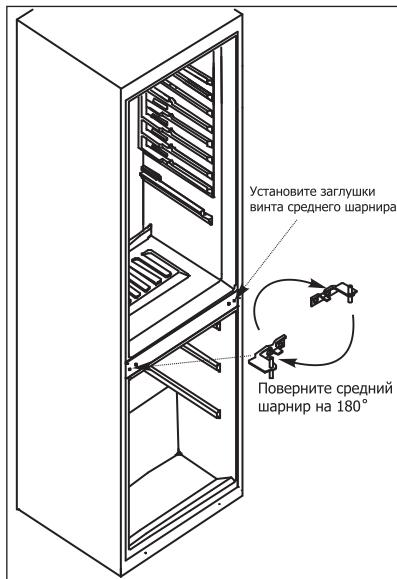

Рисунок 10.
**8** - Поверните средний шарнир на 180°. Установите двери морозильной и холодильной камер вместе со средним шарниром. (Повторяйте действия, описанные в пунктах 2 и 3 в обратном порядке). Зафиксируйте средний шарнир, плотно закрутив винты (Рис. 10). Установите две заглушки винта среднего шарнира в отверстия на правой стороне.